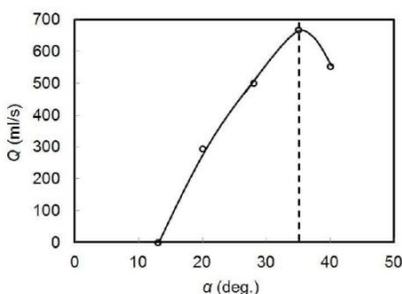

図2 気泡流量の迎角依存性
- 気泡流量は迎角の増大に伴って増加し、最大流量となる迎角が存在することが明らかとなった（図2）。